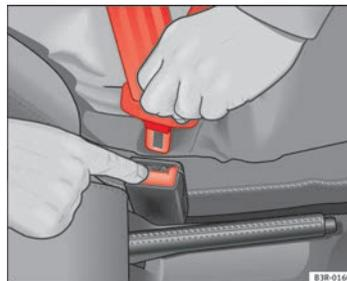

Fig. 15 Retirar la lengüeta del cierre del cinturón ▶
- Pulse la tecla roja que hay en el cierre del cinturón ⇒ fig. 15. La lengüeta del cierre es expulsada hacia fuera ⇒ △.